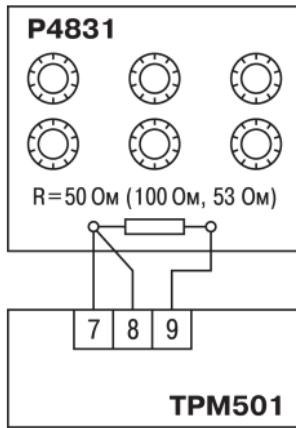

Рисунок 8.1 – Схема подключения
1. Подключить ко входу (клеммы 7 – 9, см. *рисунок 8.1*) прибора вместо датчика магазин сопротивлений типа Р4831 (или подобный ему с классом точности не ниже 0,05) по трехпроводной линии.